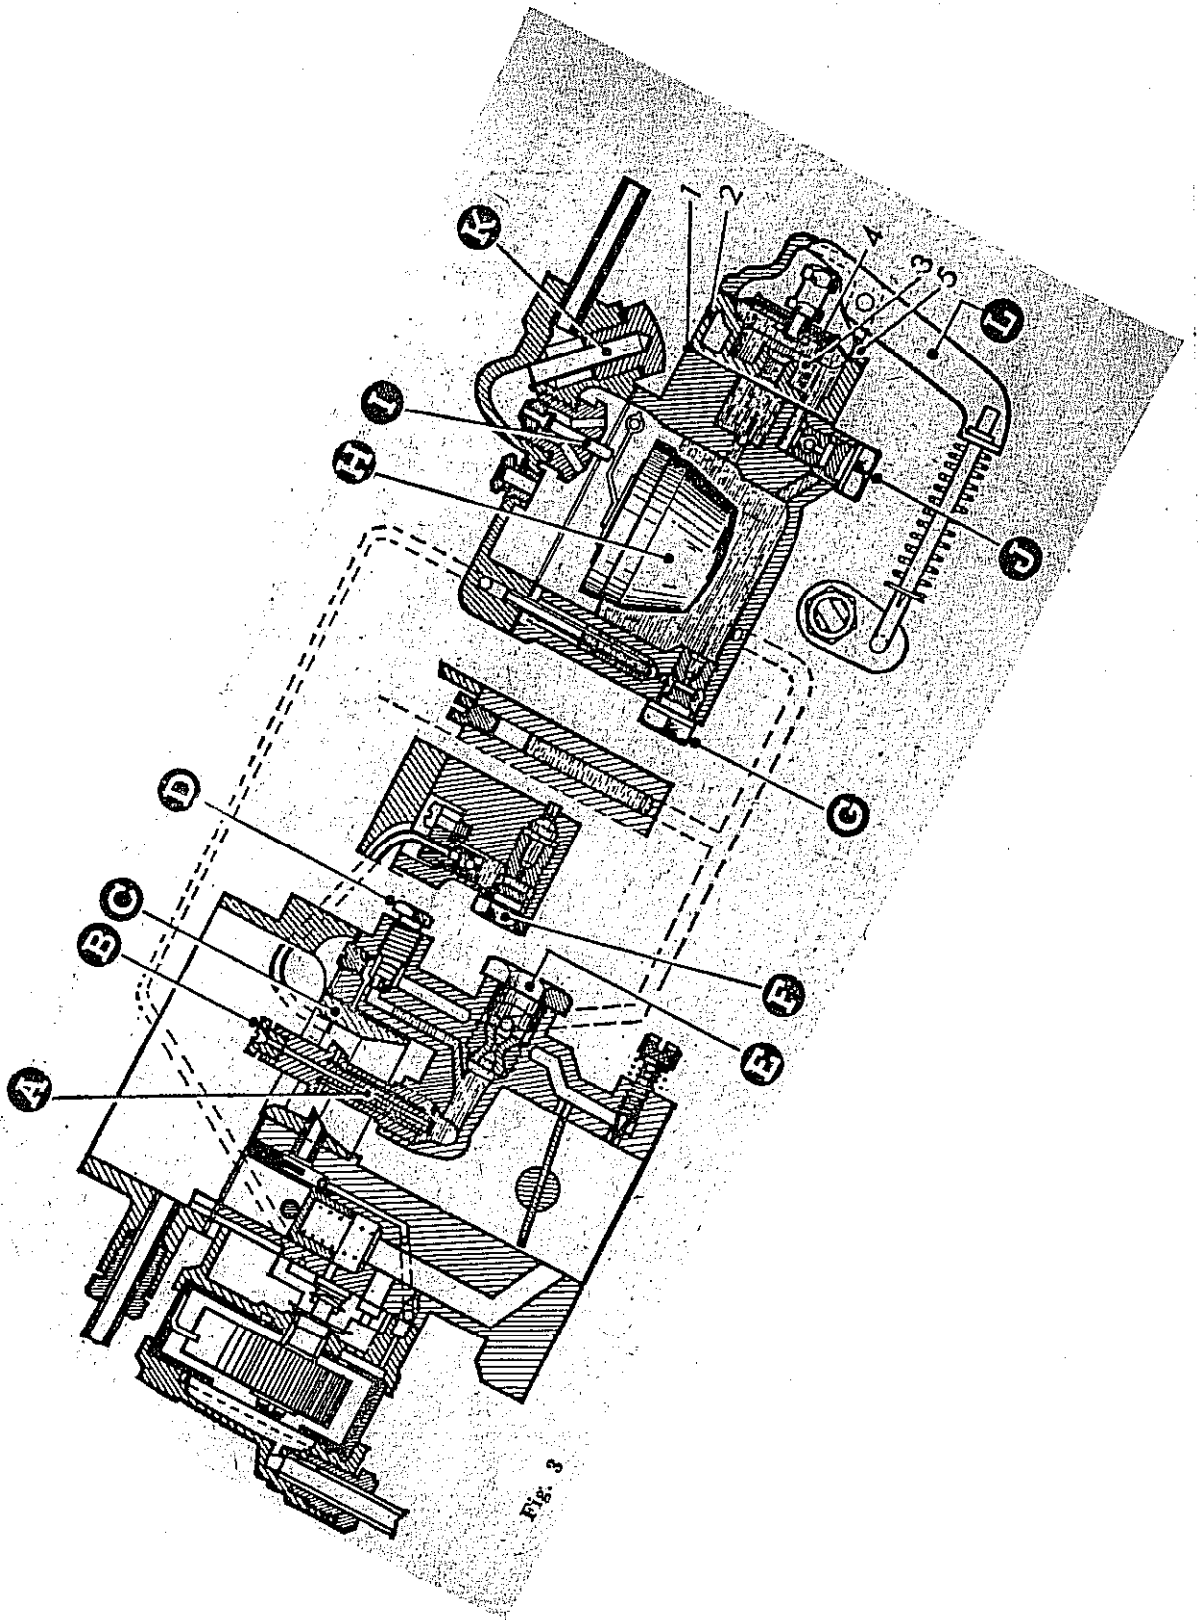

Fig. 3
1) Compruebe el estado de los surtidores y pasos calibrados y verifique que sean los correctos de acuerdo a las especificaciones que se indican. Para la identificación y ubicación de los pasos calibrados, referirse a la Fig. 3.
2) Sacar y limpiar el filtro de mala metálica "K" (Fig. 3), ubicado en la tubería de entrada de combustible. Quitar todo resto de impurezas soplando con aire comprimido.
1) Sacar el cuerpo de la bomba de aceleración del carburador. Para ello, quitar los seis tornillos de fijación de la misma y desconectar la varilla de mando, sacando la tuerca del eje de la mariposa del acelerador (Fig. 3).